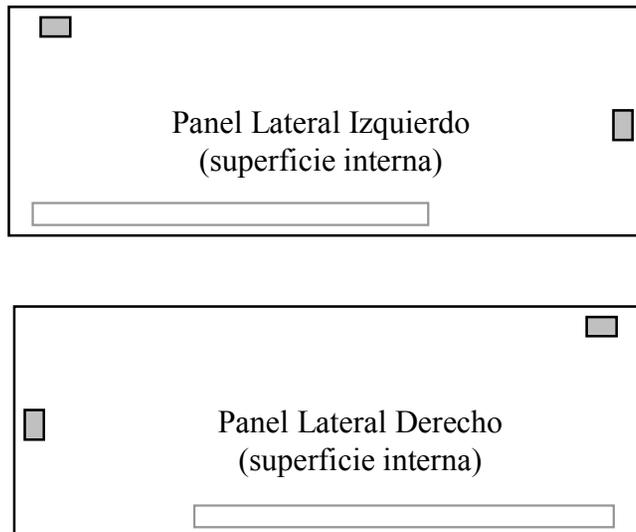
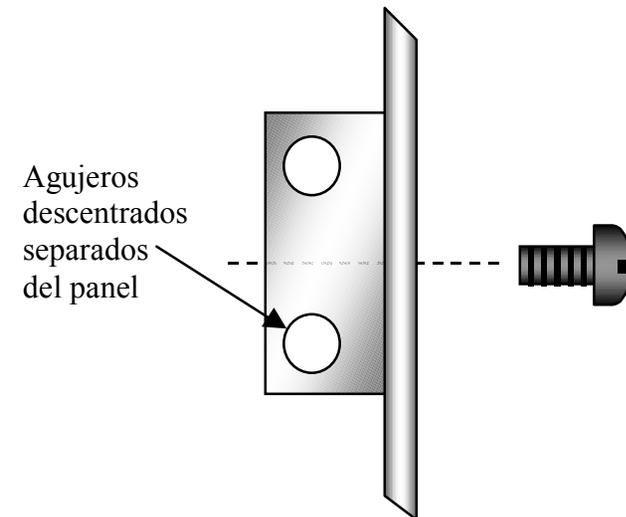

Figura 6-6
Figura 6-7
- Sitúe los dos paneles como se indica en la Figura 6-6 y verifique que cada panel sea el espejo del otro. Los fijadores 2-D a colocar en el próximo paso van destinados a la superficie *interna* que dispone de zonas libres de pintura.
- En cada panel debe instalar dos fijadores 2-D en las posiciones indicadas por un pequeño rectángulo en la Figura 6-6, utilizando un tornillo para chasis para sujetarlos (vea Figura 6-7). El descentrado de los dos agujeros no utilizados del fijador debe estar alejado del panel.